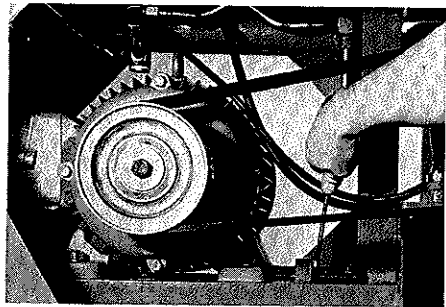

Bild 17
Rechtes Seitenblech (20) abschrauben, die vier Motorbefestigungsschrauben lockern. Spannschrauben und Kontermuttern lösen, bis sich der Motor verschieben läßt und die Keilriemen über die beiden Keilriemenscheiben gezogen, bzw. aufgelegt werden können. Danach den Motor mit der Spannschraube (Bild 17) wieder zurückdrücken, bis die Keilriemen straff gespannt sind. Die Spannung ist richtig, wenn sich jeder Keilriemen etwa 1 cm durchdrücken läßt. Jetzt die andere Spannschraube und die Motorbefestigungsschrauben wieder fest anziehen. Achten Sie darauf: Die Riemenscheibe am Motor und die Riemenscheibe am Schwenkkopf müssen genau fluchten – Lineal anlegen – die Keilriemen scheuern sonst in den Nuten der Riemenscheiben!